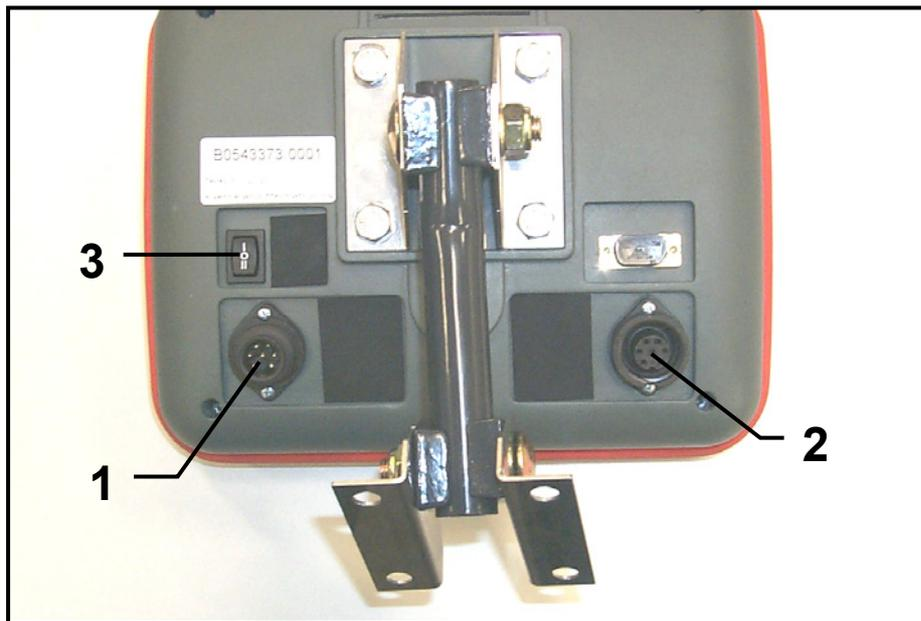
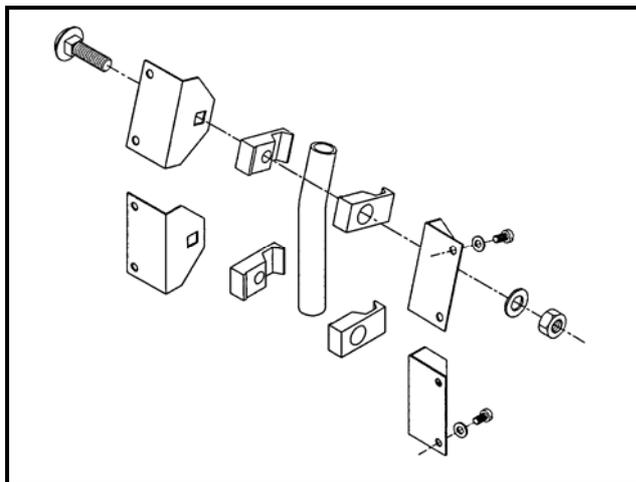

Рис. 1
Рис. 2
Пульт управления (рис.1) с помощью прилагаемых к нему крепёжных приспособлений (рис.2) крепится в кабине трактора. При монтаже обратите внимание на то, чтобы клавиши управления пульта находились в поле зрения водителя и были удобно расположены для работы.
Кабель управления оборудованием опрыскивателя необходимо подсоединить к левой штепсельной розетке (1) на обратной стороне пульта управления и надёжно завинтить крышку разъёма (рис.1).
Пульт управления включается переключателем (3) на обратной стороне пульта (рис.1).